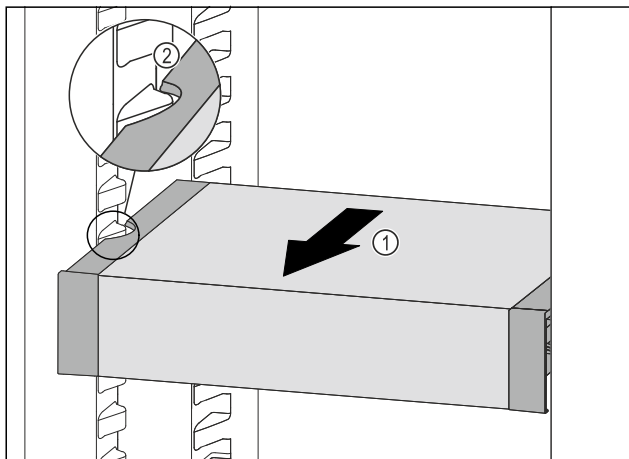

Fig. 101
- ▶ Trageți în față VarioSafe Fig. 101 (1), până când degajările laterale ale VarioSafe se află la înălțimea nervurii recipientului din frigider. Fig. 101 (2)